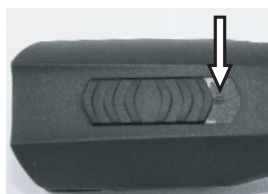

Abb. 4 Schiebeschalter in AUS-Position („0“)
1. Die Kontakte der Schermaschine (1) und des Akkus (2) auf Fremdkörper und Verschmutzung überprüfen.
2. Sicherstellen, dass der Schalterschieber der Schermaschine in Position AUS („0“) steht (Abb. 4).
1. Schiebeschalter auf Position „0“ schieben (Abb. 4).
2. Die Akkuverriegelung (2) beidseitig nach innen drücken und Akku (1) aus der Schermaschine ziehen.